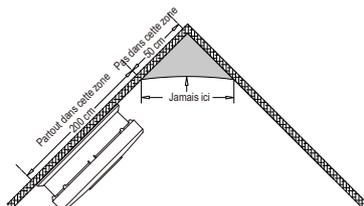

Figure 2
6. Si le plafond est incliné, le détecteur de fumée doit être installé à au moins 50 cm du point le plus haut du plafond dans la pièce (voir Figure 2).